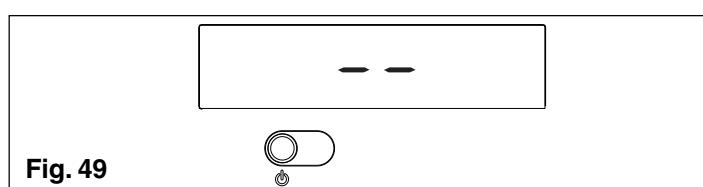

Fig. 49
**⚠** A caldeira volta a acender no estado em que se encontrava antes do apagamento: se, na altura do apagamento, a caldeira se encontrava no inverno voltará a acender no inverno; ao contário se ficava no estado OFF, o display visualizará na zona central dois segmentos (fig. 49). Carregue na tecla para activar o funcionamento.
En caso de breves ausencias pulsar la tecla para apagar a caldeira. O display visualizará na zona central dois segmentos (fig. 49). Desta forma, deixando activas a alimentação eléctrica e a alimentação do combustível, a caldeira está protegida por dois sistemas:
No caso de ausências prolongadas, carregue na tecla para apagar a caldeira (fig. 49). O display visualizará na zona central dois segmentos. Posicione o interruptor geral da instalação sobre "fechado". Feche em seguida a torneira do gás, posta debaixo da caldeira, virando-a no sentido dos ponteiros do relógio (fig. 59).